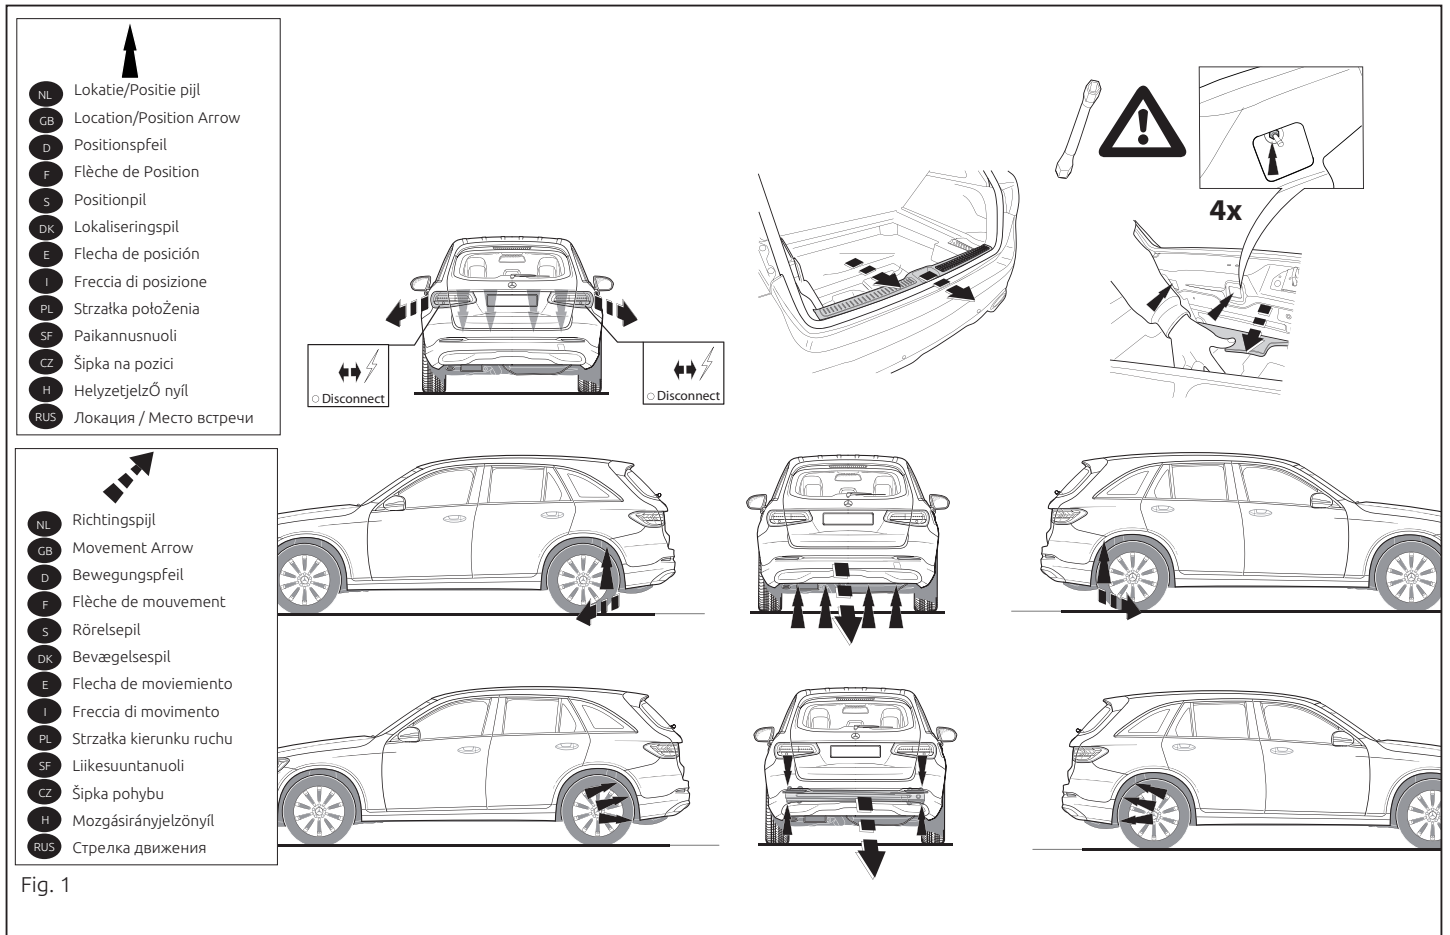

Fig. 1
2. Remove the last exhaust suspension bracket on the right and on the left. See figure 1.
- Die Rücklichter abmontieren. Die Stoßstange einschließlich des stählernen Stoßbalkens vom Fahrzeug abmontieren. Der Stoßbalken wird nicht mehr benötigt. Siehe Abbildung 1.
1. нать оба блока задних фар. Снять бампер вместе со стальными буферными брусом автомобиля. Буферный брус больше не понадобится. См. рисунок 1.
1. Démontez les feux arrière. Déposer le pare-chocs du véhicule y compris la traverse en acier. la traverse ne sera plus utilisée. Voir la figure 1.
1. Demonter baglysenhederne. Demonter kofangeren, inklusive køretøjets stålstødbjælke. Stålstødbjælken skal ikke længere anvendes. Se fig. 1.